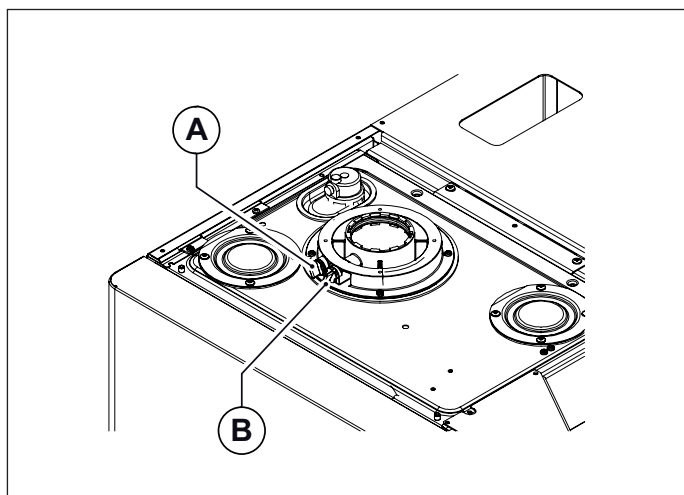
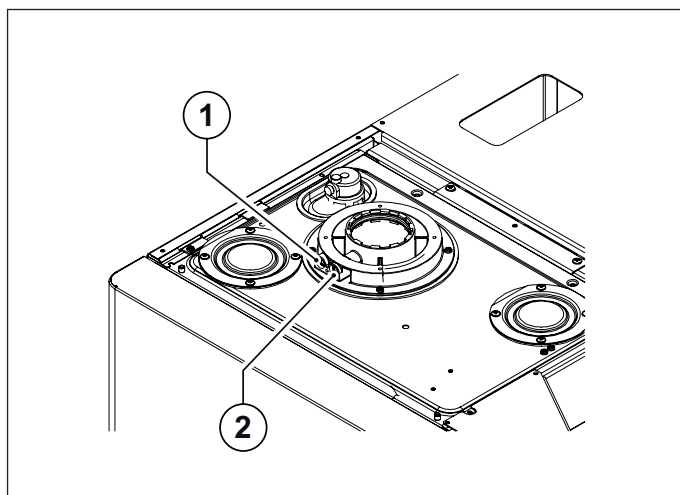

Fig. 13 Posizione tappi
Fig. 14 Posizione fori
La caldaia è provvista di una torretta per il collegamento della tubazioni di aspirazioni aria/scarico fumi (vedi Fig. 13 Posizione tappi e Fig. 14 Posizione fori).
Nella torretta sono stati predisposti dei fori per l'accesso diretto all'aria comburente ed allo scarico dei fumi (vedi Fig. 13 Posizione tappi).
Prima di effettuare le misurazioni togliere i tappi **A** e **B** dai fori predisposti sulla torretta (vedi Fig. 13 Posizione tappi).
- misura dell'aria comburente prelevata nell'apposito foro **1** (vedi Fig. 14 Posizione fori).
- misura della temperatura fumi e della CO2 prelevata nell'apposito foro **2** (vedi Fig. 14 Posizione fori).